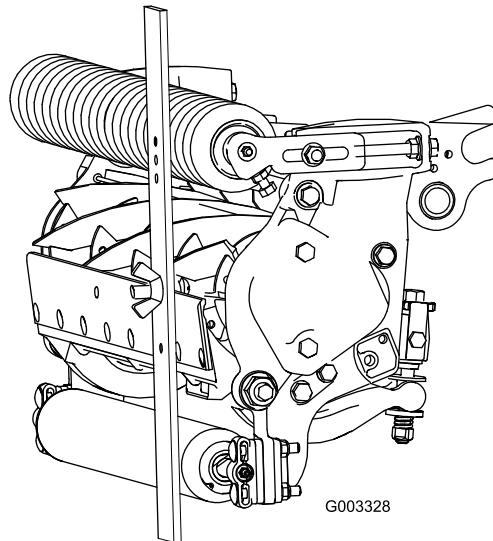

Figura 21
- Prenda a cabeça do parafuso à extremidade cortante da lâmina de corte e apoie a extremidade traseira da barra no rolo traseiro (Figura 21).
- Rode o parafuso de ajuste até que o rolo entre em contacto com a dianteira da barra indicadora (Figura 21). Ajuste ambas as extremidades do rolo até que todo o rolo esteja paralelo à lâmina de corte.